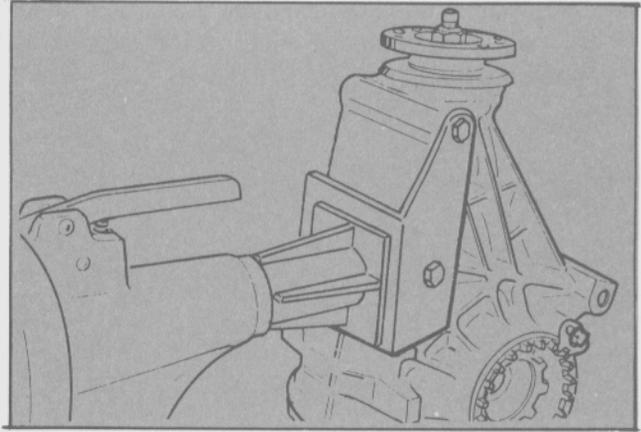

Fig. 15 - Ubicación del eje trasero en el banco de trabajo.
- Asegurar la herramienta especial T84G-6010-BAS a la carcasa del eje trasero. Fijar el conjunto en el adaptador T74G-6010-BAS, introduciéndolo en el soporte T61A-6005-BAS (Fig. 15).